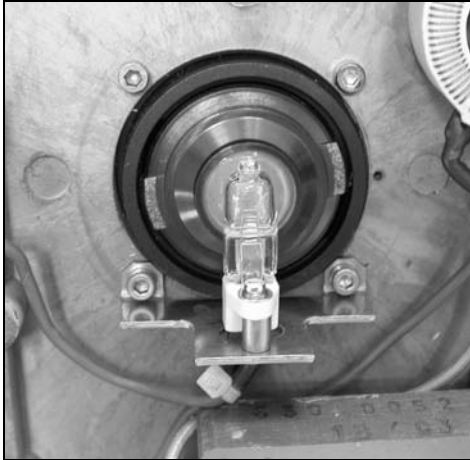

Abb. 47: Halogenlampe bei Beleuchtungsstutzen mit zentrierbarer Leuchtfeldblende.
- Bodendeckel abnehmen. Die Lampe ist nun zugänglich (Abb. 47).